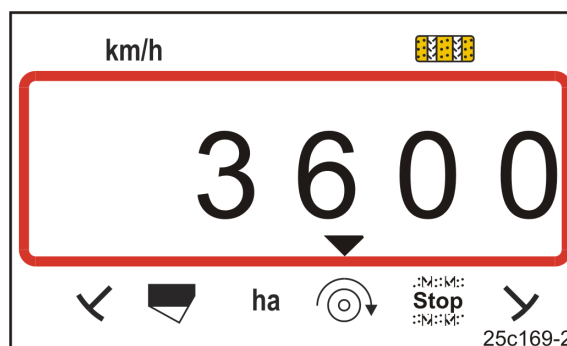

Fig. 23
- Visning (Fig. 23) aktuelt blæseromdrejningstal (f.eks. 3600 [o/min.]).